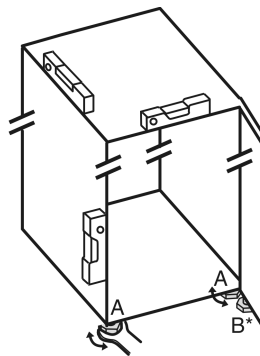

Fig. 27
- ▶ Odvrnite podesive nožice Fig. 27 (A) priloženim viličastim ključem i libelom prema van dok uređaj ne stoji čvrsto i ravno.
- ▶ Odvijte podesivu nožicu Fig. 27 (B) na podlošku ležaja priloženim viličastim ključem dok se ne podupre o pod.
- ▶ Nastavite okretati podesivu nožicu Fig. 27 (B) za 90°.